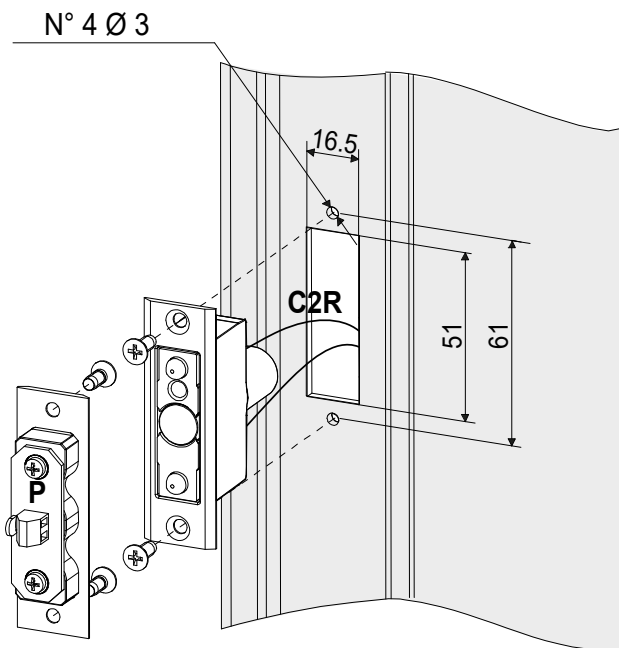

Fig. 1
1. Coloque el sensor de estado de la puerta en el lado de la hoja, verificando que el cable rojo C2R quede hacia arriba (fig. 1).
2. Coloque el sensor de estado de la puerta del lado del marco, verificando que la letra P (polo positivo) quede hacia arriba (fig. 1).